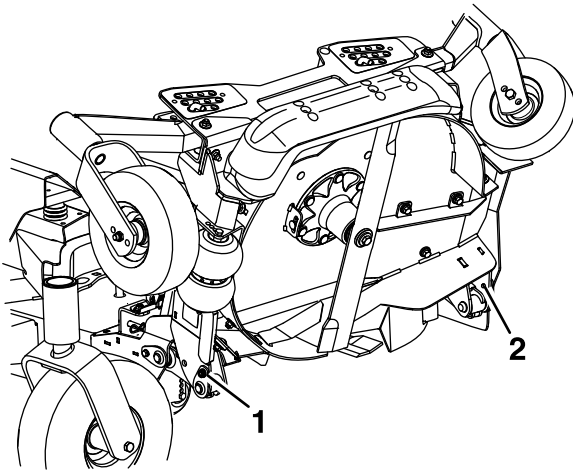
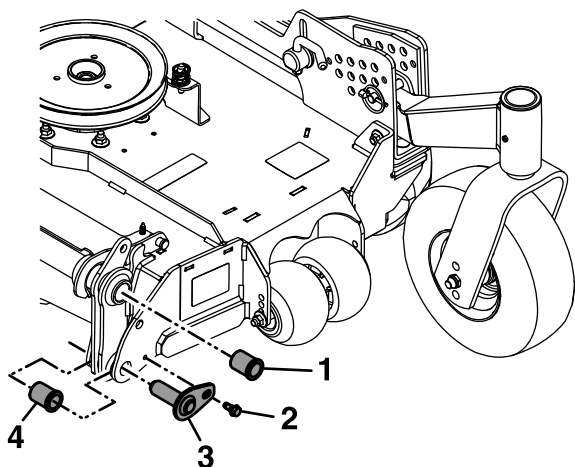

Figure 82
Figure 85
7. Desserrez les boulons qui fixent les axes de pivot supérieurs sur le tablier, mais ne les retirez **pas** (Figure 82).
14. Retirez les douilles à embase des points de pivot supérieurs et nettoyez l'alésage (Figure 85).
18. Retirez et conservez les boulons des points de pivot inférieurs (Figure 82 et Figure 85).